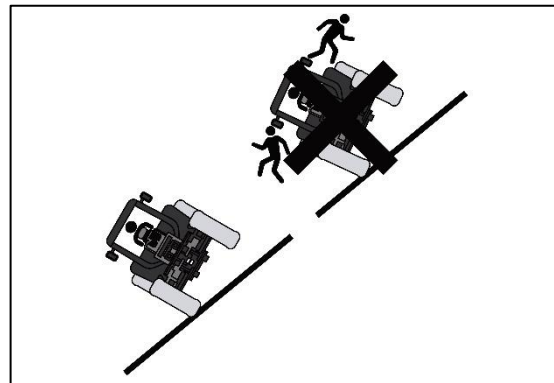

Fig. 73 : RISQUE DE RENVERSEMENT
En cas de renversement du tracteur, ne pas détacher la ceinture de sécurité, s'accrocher fermement au volant et ne pas quitter le siège conducteur jusqu'à immobilisation complète du tracteur (voir Fig. 73).
- Retirer les contrepoids avant, voir Fig. 73.